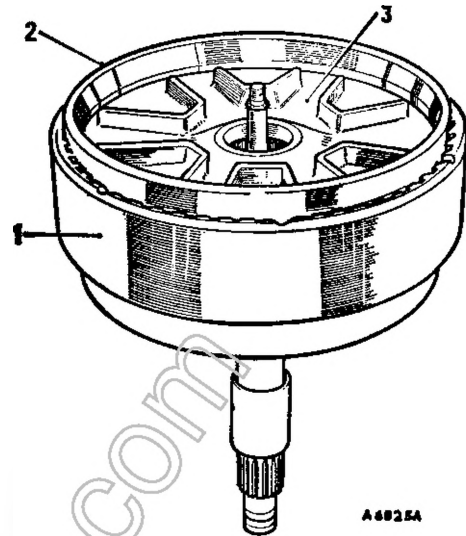

Fig. Fa. 39
10. Inserire l' attrezzo 18G 1102 sull'unità della frizione e pressarvi il pistoncino facendolo passare attraverso l' attrezzo stesso (vedi Fig. Fa. 39 alla pagina precedente).